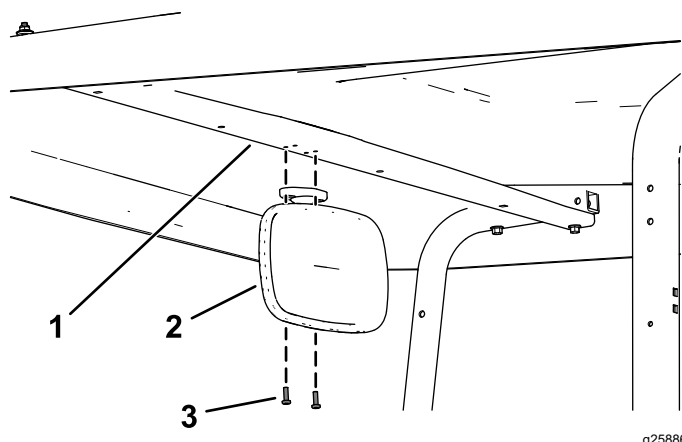

Figura 1
2. Prenda o conjunto do espelho ao suporte de apoio da cobertura utilizando os dois parafusos de cabeça Phillips (n.º 10 x 5/8 pol.) como se mostra na Figura 1.